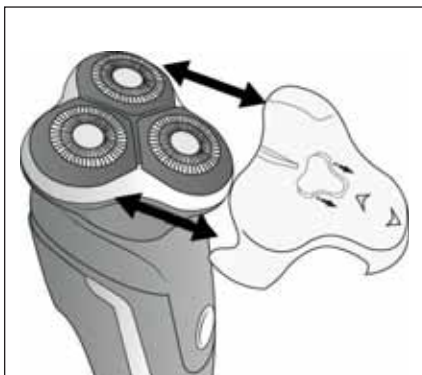

Fig. 1
- ♦  Løsn beskyttelseshætten **1** ved at tage den af skæreenheden **2** nedfra (se fig. 1).